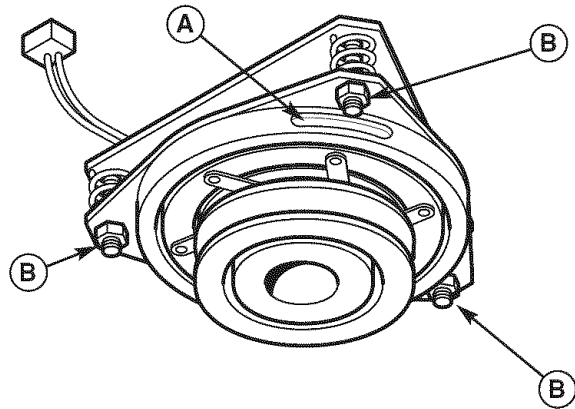

Figura 22. Ajuste del Embrague del PTO
2. Vea la Figura 22. Tome nota de la posición de las 3 ventanas de ajuste (A) en el lado del disco portafreno y las tuercas mecánicas de ajuste (B).
4. Alternativamente apriete las tuercas de ajuste (B, Figura 22) hasta que la cara del rotor y la cara del armazón apenas hagan contacto con el calibrador.